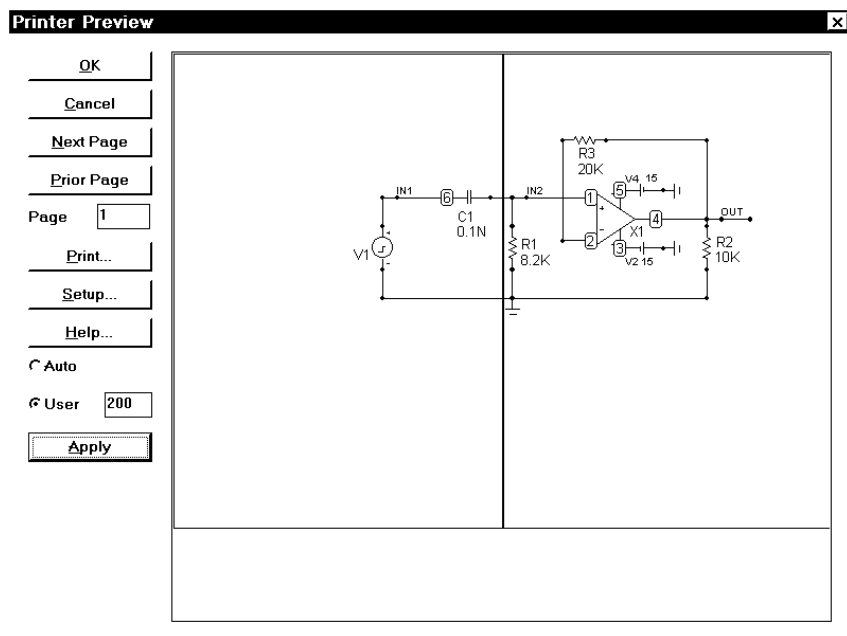

Рис. 14.1. Вікно попереднього перегляду результатів друку схеми
2. Попередній перегляд результатів друку виконується командою File – Print Preview (рис. 14.1).